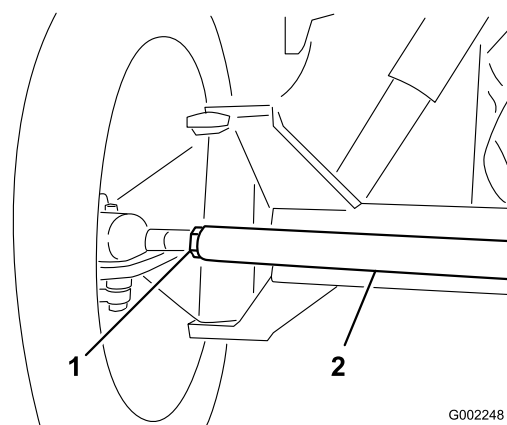

図 52
3. 前後の測定値の差が所定範囲にない場合、タイロッド両端のジャムナットを外して調整を行う（図 52）。